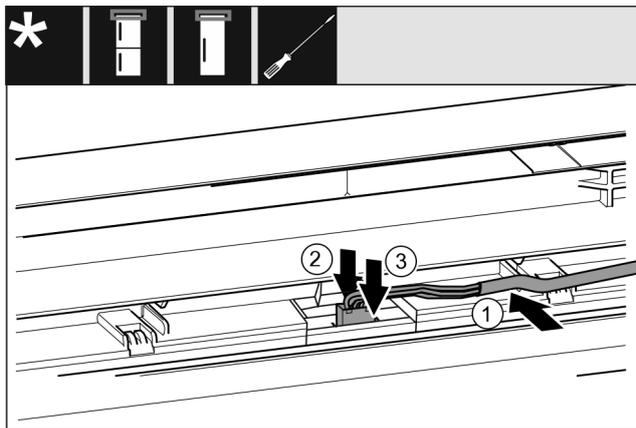

Fig. 34
- ▶ Insérer le câble gris dans le guide de la porte supérieure. Fig. 34 (1)
- ▶ Pousser l'ergot vers l'arrière. Fig. 34 (2)
- ▶ Enclencher le connecteur. Fig. 34 (3)